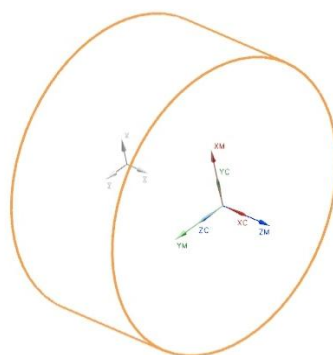

Рисунок 10 - Заготовка
21. В окне «Заготовка» нажмите «ОК» (рисунок 10).